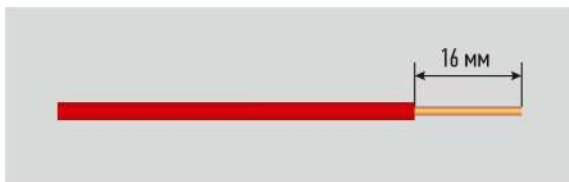

Рис. 2
3. Зачистите провод на 16 мм и скрутите жилы (рис. 2). При подключении двух проводов скрутите их между собой.